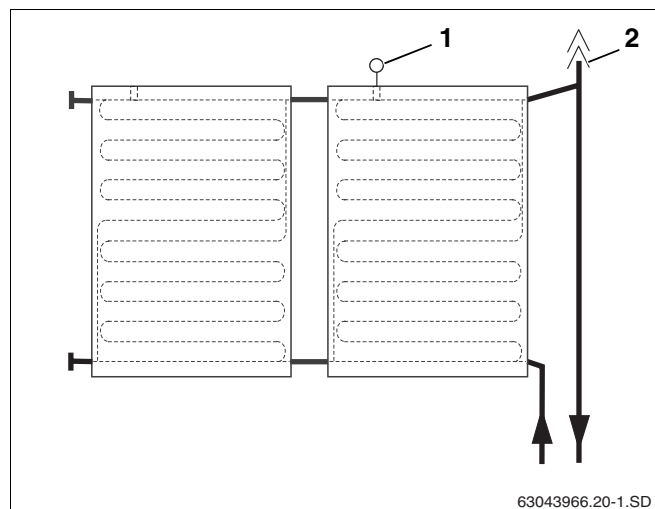

Fig. 35 Aperçu du pot de purge avec purgeur pour le raccordement de départ
Si vous souhaitez purger l'installation solaire avec un purgeur autom. (accessoire) au point le plus élevé de l'installation, il faut poser la conduite de départ en pente ascendante vers le purgeur (fig. 35, **pos. 2**) et la conduite de retour en pente ascendante vers le champ de capteurs (fig. 35).